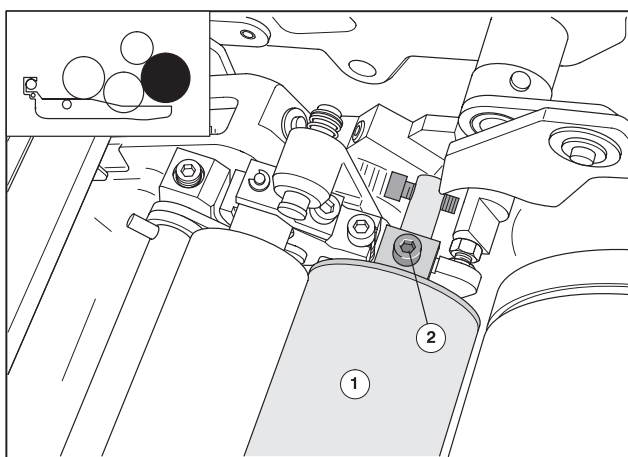

Рис. 12 Демонтаж накатного валика увлажнения
- ❶ Отведите аппарат увлажнения от формного цилиндра.
- ❷ Поверните рукоятку дозирования увлажняющего средства до упора против часовой стрелки (= позиция 6).
- ❸ Выкрутите винт с внутренним шестигранником (Рис. 12/❷) на валу накатного валика увлажнения на стороне привода и на стороне обслуживания инструментом печатника.
- ❹ Винт, крышка и пружина остаются на оси накатного валика увлажнения. Вытащите накатной валик увлажнения (Рис. 12/❶) с осью валика из вкладышей подшипника.